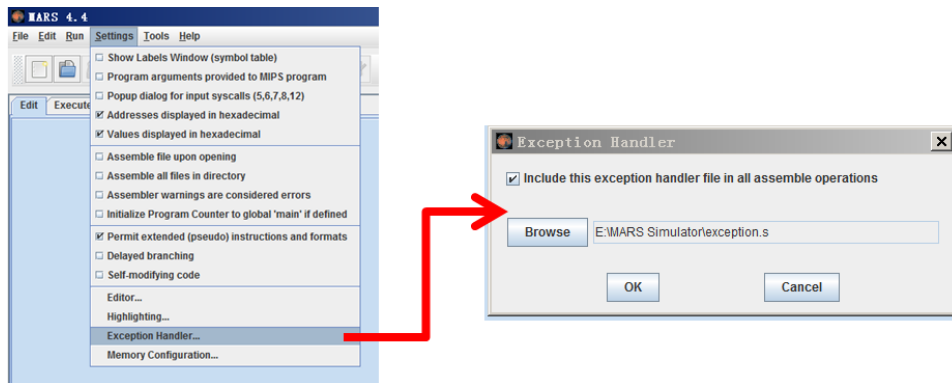

图 2 在 MARS 中验证 Exception handler 机制
- ①定时器在主程序中被初始化为模式 0；②定时器倒计时至 0 产生中断；
- ③handler 重置初值寄存器从而再次启动定时器的计数器。②及③被无穷重复。
24. 编写一个定时器中断服务程序(ISR)。ISR 完成如下功能：①保存现场②加载初值寄存器③回复现场④异常返回。
- a) 按照图 2 添加你的 exception handler。